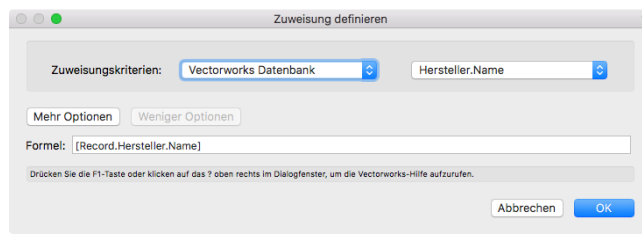

BILD 20
5. Das Dialogfenster „Zuweisung definieren“ öffnet sich (BILD 20).